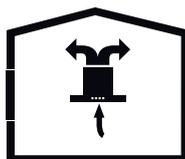

Fig. 6: Circolazione dell'aria del filtro a carbonio
*L'aria aspirata viene pulita dai filtri anti grasso e da un filtro a carboni attivi e viene rimandata nella cucina. Fig. 6*